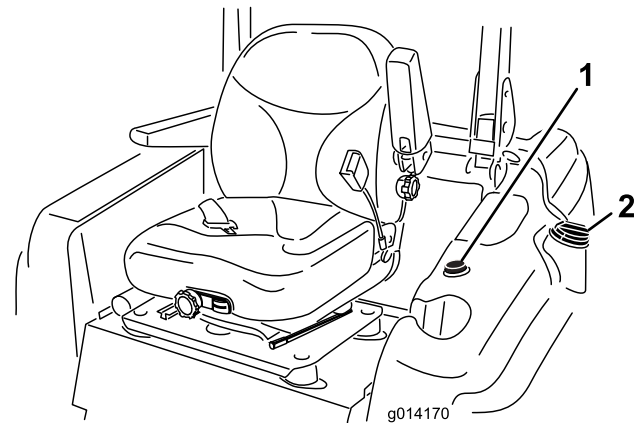

Bild 10
3. Reinigen Sie den Bereich um den Tankdeckel und nehmen Sie den Deckel ab (Bild 10).